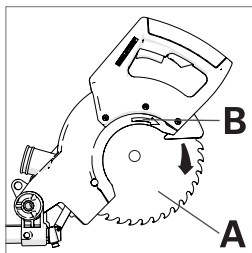

Fig. 19
Installare la nuova lama sulla flangia interna assicurando che sia sistemata correttamente sulla spalla della flangia, quindi rilasciare lentamente il coprilama inferiore fino alla sua posizione originale chiusa. Assicurarsi che la freccia di rotazione sulla lama (A) corrisponda con la freccia di rotazione in senso orario sul coprilama superiore (B). (Fig. 19)